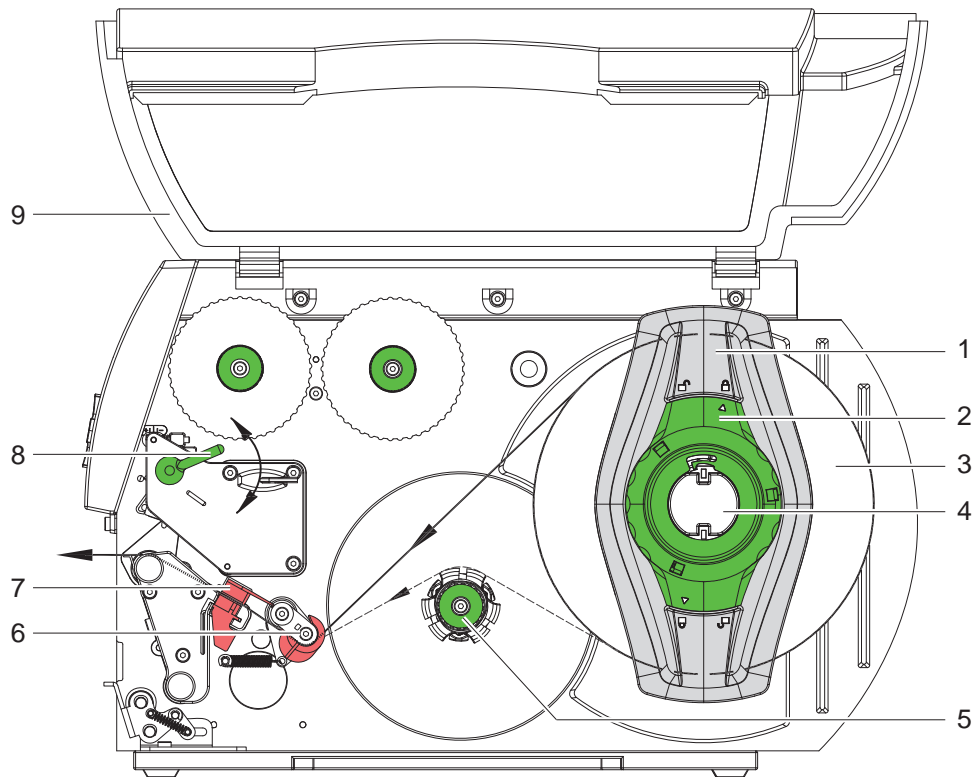

Bild 7 Rollenetiketten einlegen
- Hebel (Bild 7, Pos. 8) in Uhrzeigerrichtung, drehen, um den Druckkopf zu verriegeln.